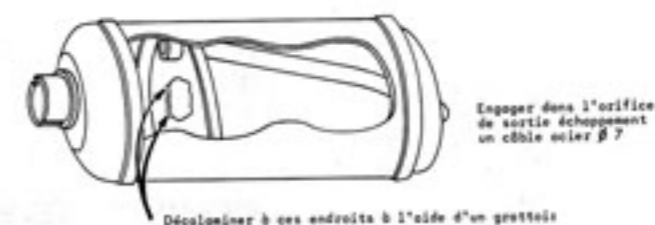

Fig. 6
- Par l'orifice ainsi découvert, engager un grattoir triangulaire pour enlever la « calamine » déposée sur les bords du trou de communication (Fig. 6).
- Engager dans le tube de sortie un câble d'acier de 7 mm de diamètre et de 250 mm de longueur environ, pour le nettoyer (Fig. 6).